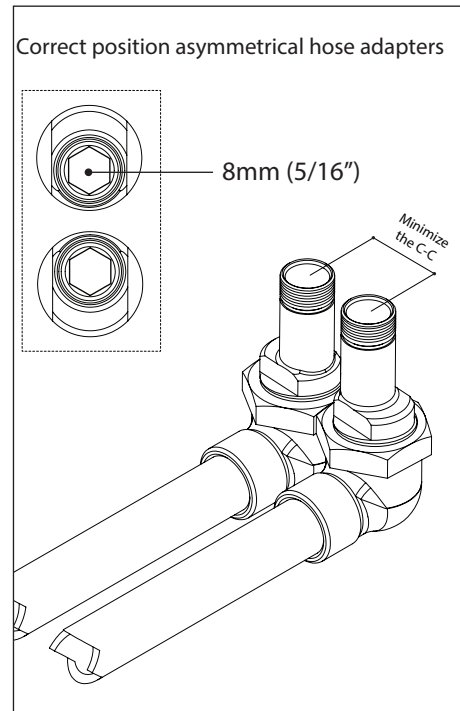

Fig.2
Separate the adaptors from the hoses by unscrewing the nut (4) (fig.2) while pulling-out at the same time (until the thread is engaged). Referring to fig.2, install the asymmetrical hose adaptors to the supply-pipes inlets. Be aware you can also use 8mm (5/16") Allen Keys to thread the adaptors in place.
Séparer les adaptateurs des alimentations flexibles en dévissant leurs écrous (4) (fig. 2) tout en exerçant une traction (jusqu'à ce que le pas de vis soit engagé). Se référant à la fig.2, installer les adaptateurs asymétriques sur les arrivées d'eau chaude et froide. Vous pouvez aussi utiliser une clé Allen 8mm (5/16") pour fixer les adaptateurs en place.